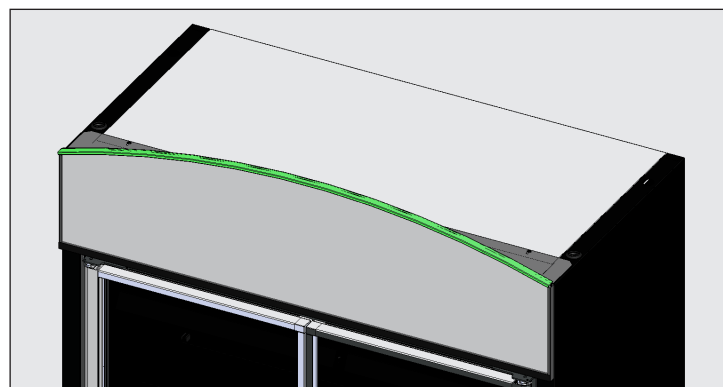

Fig. 5. Installare il gruppo pannello pubblicitario.
6. Serrare i componenti di fissaggio della staffa di supporto. Vedere fig. 5.